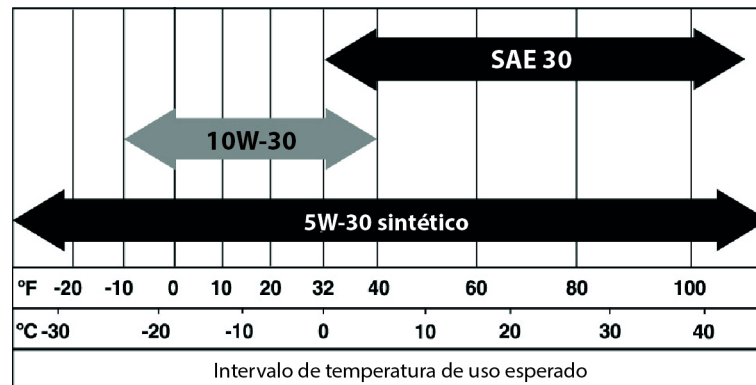

Figura 4-1: Aceite recomendado en base a la temperatura
7. Llène el motor con el aceite recomendado apropiado. Para el aceite recomendado, vea la Figura 4-1